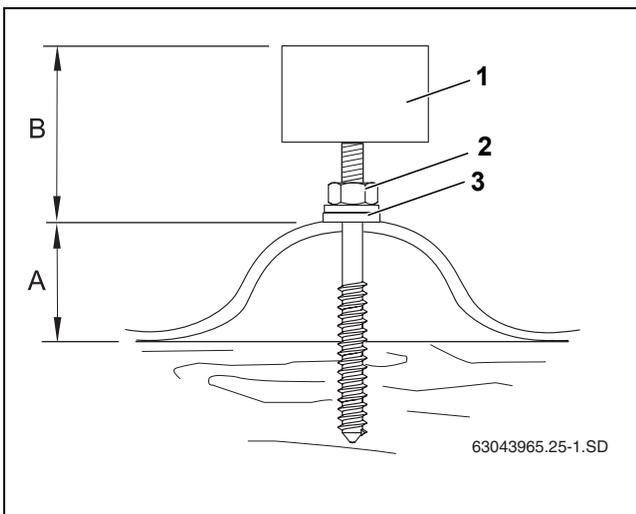

Bild 23 Reihenfolge Stockschraben-Montage
Beim Eindrehen der Stockschrauben darauf achten, dass der Abstand B (Tab. 7 und Bild 23) bei allen Stockschrauben gleich ist.
► Die Mutter (Bild 23, [2]) so weit festdrehen, bis die Dichtscheibe (Bild 23, [3]) vollständig auf dem Dach aufliegt.